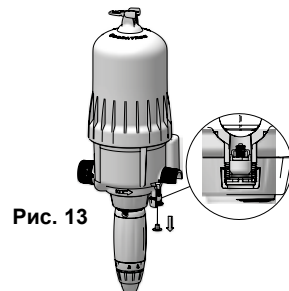

Рис. 13
- При случайной потере давления * он автоматически восстанавливает атмосферное давление в системе (Рис. 13).